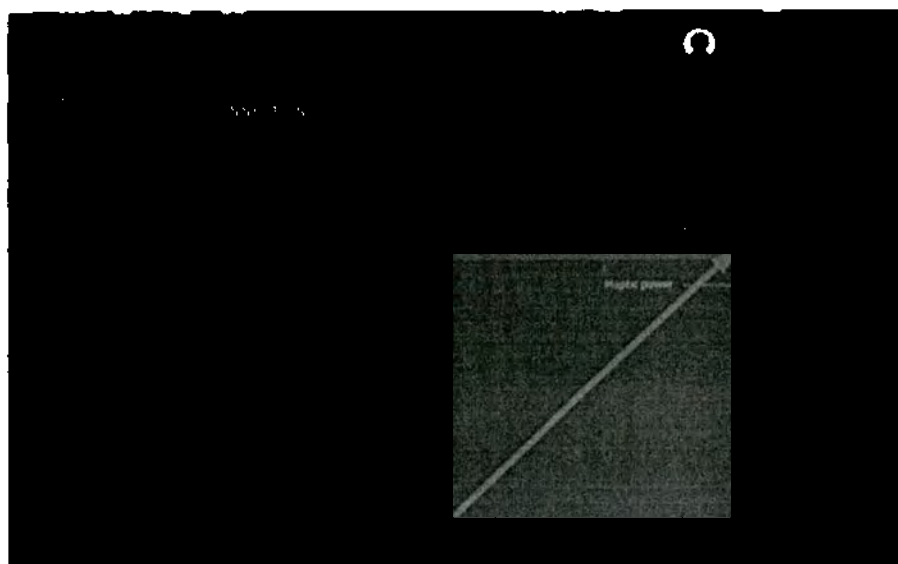

Рисунок A16
- нажмите кнопку CONNECT (рисунок A16);